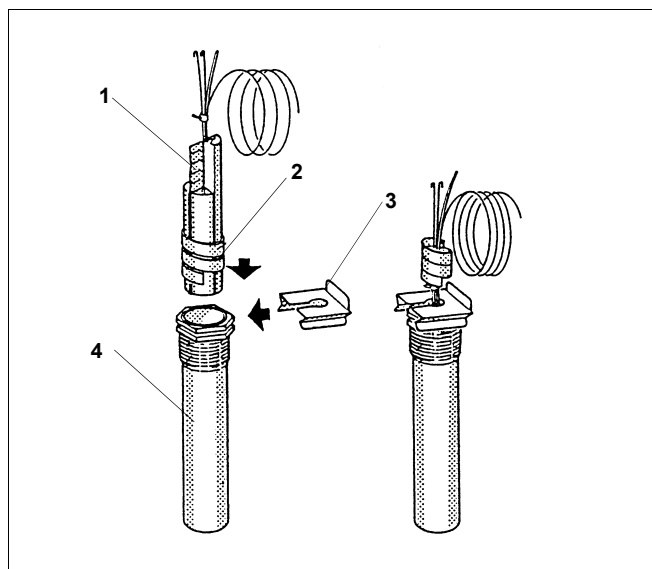

Рис. 8 Датчики в погружной гильзе (схематичное изображение)
- ▶ Пластмассовая спираль, удерживающая датчики, при установке сдвигается автоматически назад (рис. 8, [2]).
- ▶ Для создания хорошего контакта между гильзой и датчиками, что обеспечивает надёжную передачу температуры, нужно вставить между датчиками компенсационную пружину (рис. 8, [1]).
- ▶ Вставьте сверху или сбоку фиксатор на оголовок гильзы (рис. 8, [3]).